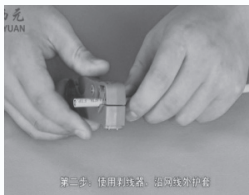

图4-7 剥除护套
- 2) 剥除护套。用剥线器旋转划开护套的60%~90%，注意不要划透护套，避免损伤线芯。沿网线方向取下护套，露出网线。不要反复折弯网线，避免损伤网线绞绕结构。如图4-7所示。